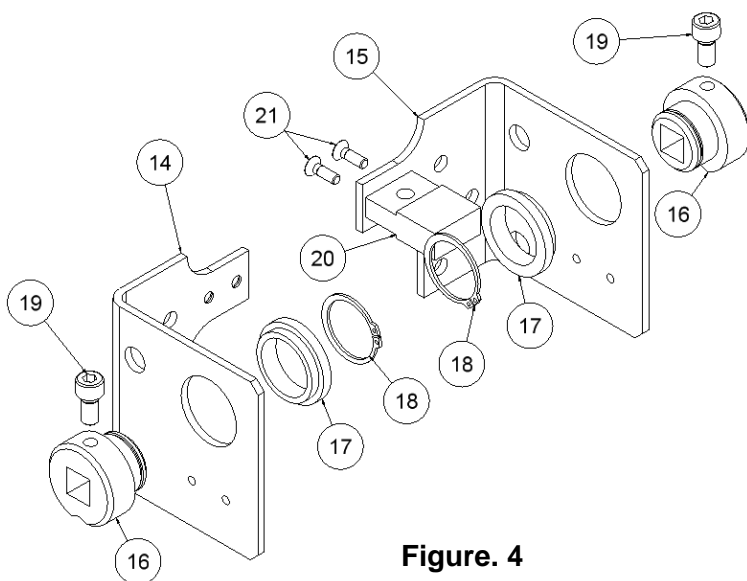

Figure. 4
Lors du montage, il faut tenir compte que les plaques base (14 et 15) présentent des formes différentes sur le côté droit et sur le côté gauche. Assurez-vous que les trous de fixation du contact de securite restent toujours en partie inférieure (Voir Fig. 4).
Introduisez une douille en plastique (17) dans chacune des plaques base, de la façon indiquée sur la Fig.4, puis, introduisez la bague d'appui (16), du côté opposé à la douille en nylon et toujours avec le fraisage en « V » en partie inférieure, en la reliant à la douille au moyen d'un anneau de sûreté DIN 471 M30 x 15 (18), en vous aidant d'une pince à pointes droites. Finalement, introduisez dans chaque bague une vis M8 x 16 DIN 912 8.8 (19). Pour mieux comprendre, voir Figure 4.